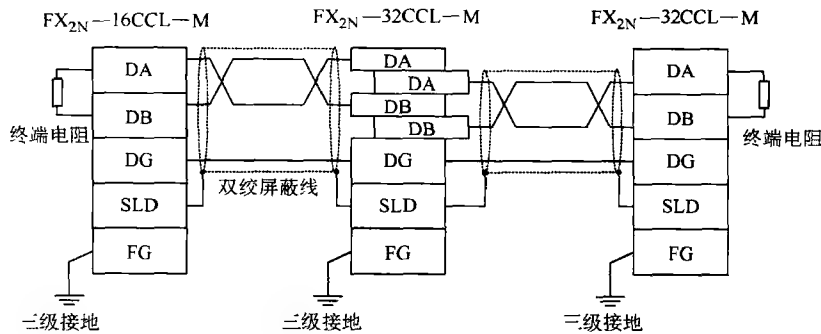

图 5-22 FX_{2N}—32CCL 与主单元及远程 I/O 站的连接
(1) FX_{2N}—32CCL 与系统的通信 FX_{2N}—32CCL 与系统的通信连接如图 5-22 所示。